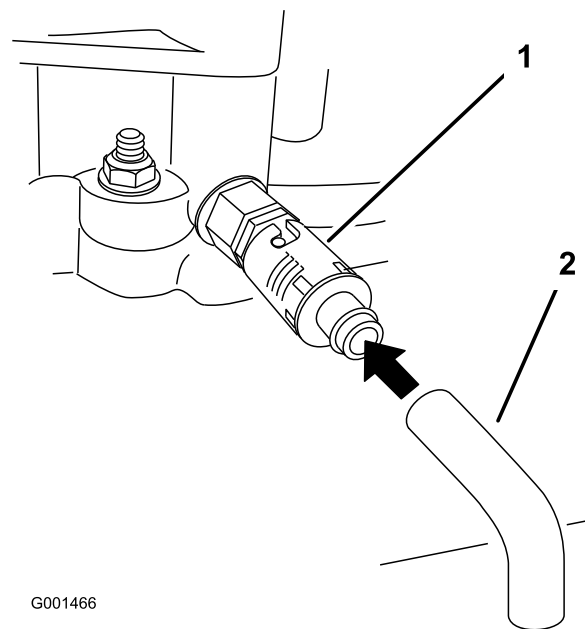

Figura 27
5. Coloque um recipiente debaixo do tubo de drenagem. Rode a válvula de drenagem para que o óleo seja drenado (Figura 27).
7. Retire o tubo de drenagem (Figura 27).